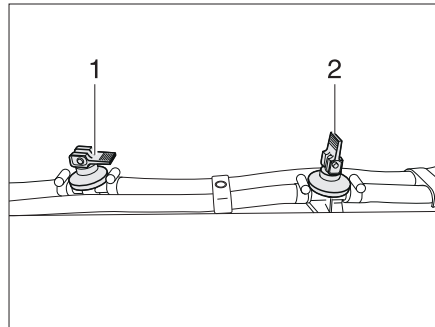

Fig. 264 Robinet de vidange
- Fermer tous les robinets de vidange. Placer le levier à bascule (Fig. 264,1) en position horizontale.